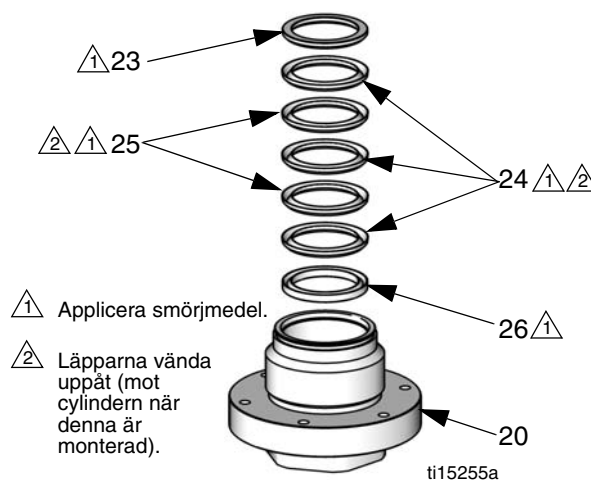

FIG. 10. V-tätningar till hals
- Ta bort drivstången (14) och bälgen (7).
- Använd en 5 mm sexkantsnyckel för att ta bort de tre skruvarna (17) och låsbrickorna (18). Ta sedan bort bälgkammaren (1). Ta bort och släng bälgkammarens o-ring (12).
- Använd en 54 mm (2 1/8 tum) hylsnyckel för att ta bort packningsnyckeln (20).
- V-tätning modeller:** Ta bort packningsringarna (23, 26), halstätningarna (24, 25) och fjädern (22). Se FIG. 10 på sida 14.